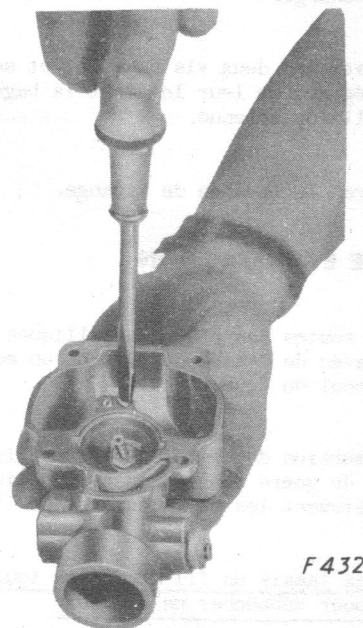

Figure 8 - Démontage de la vis d'ajustement du jet de décharge.
8. Utilisez également une clé à six pans pour extraire l'aiguille de décharge avec son joint. Utilisez un tournevis pour sortir la vis d'ajustement d'air de l'aiguille de décharge (voyez figure 8). Procédez avec précaution pour sortir la vis d'ajustement d'air de manière à ne pas déformer l'orifice de cette vis. Cette précaution est également valable pour la vis d'ajustement de ralenti.
9. Enlevez la vis ajustage de ralenti. Reportez-vous à la figure 8, où vous pourrez voir encore en place la vis ajustage d'air et la vis ajustage de ralenti de l'aiguille de décharge.